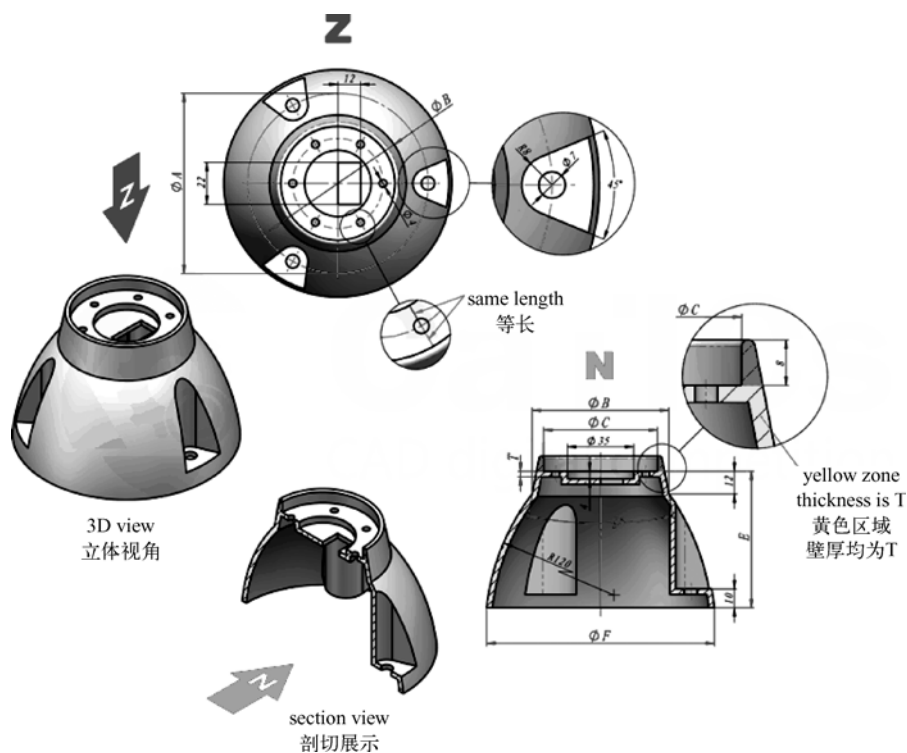

图 5-181 模型 2
(2) 参照如图 5-181 所示的图形, 几何关系有对称、同心、阵列和等壁厚 (部分区域)。